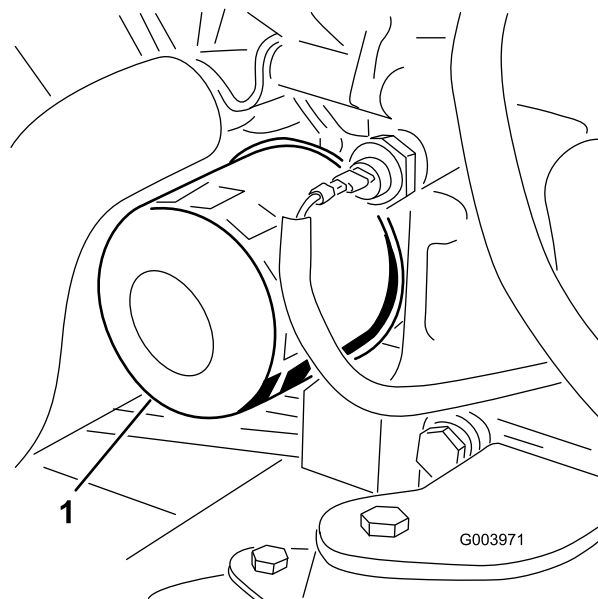

Figura 61
3. Retire el filtro de aceite (Figura 61).